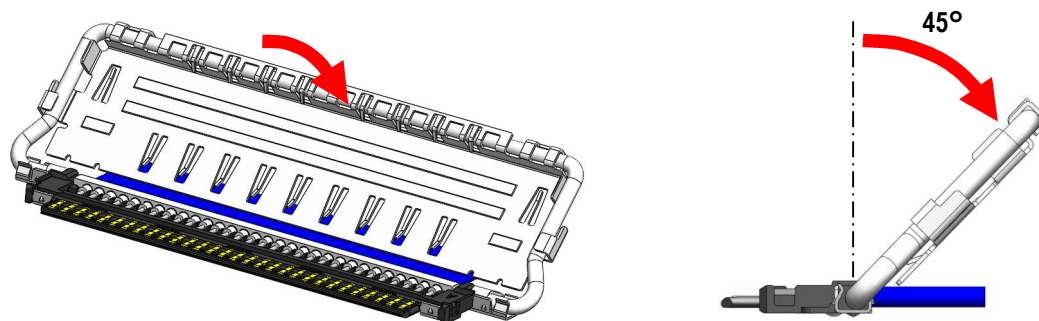

図 7. Lock Bar Assembly を傾けた状態
①図 7 の様に lock bar assembly をケーブル側に 45°傾ける。